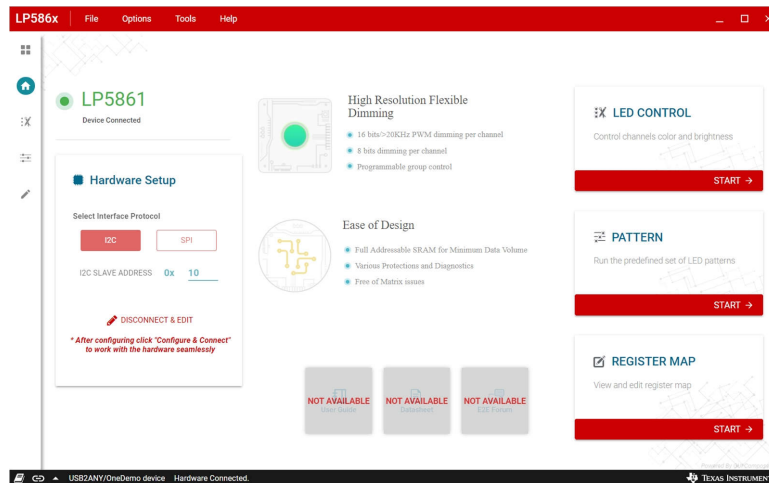

图 3-6. 主页页面
要提高不同应用下的性能，请首先配置一些关键设置。选择 **DEVICE CONFIGURATION** 按钮显示详细设置幻灯片，如图 3-6 所示。此处设置了最大电流 (MC)。